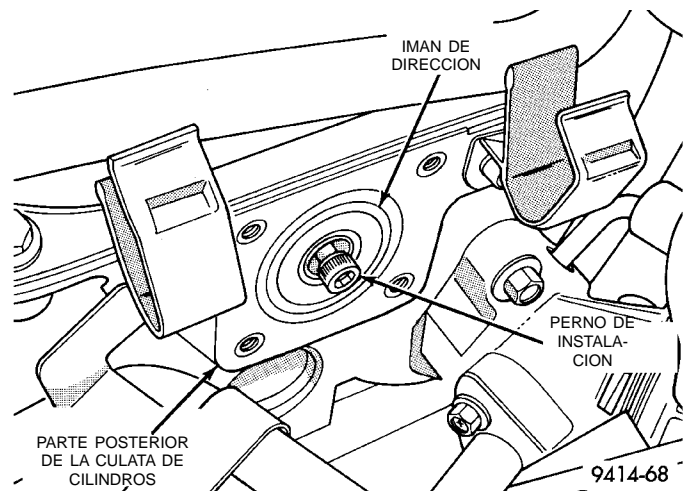

Fig. 33 Desmontaje/instalación del imán de dirección
- (3) Desconecte los conectores eléctricos de los sensores de refrigerante del motor y de posición del árbol de levas.
- (4) Retire la manguera del multiplicador de freno y conector eléctrico de los casquillos situados en el extremo de la tapa de la culata de cilindros.
- (5) Retire los tornillos de instalación del sensor de posición del árbol de levas. Retire el sensor.
- (6) Afloje el tornillo que fija el imán de dirección a la parte posterior del árbol de levas (Fig. 33).